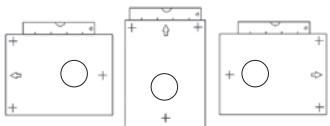

Рис. 3
- Используя строительный уровень, приложите к стене шаблон для монтажа в правильном положении, которое зависит от выбранного вами расположения прибора на стене (смтри п. "Правила размещения"), как показано на Рис. 3, и наметьте на стене центр канала воздуховода и крепежные отверстия. Уберите монтажный шаблон.